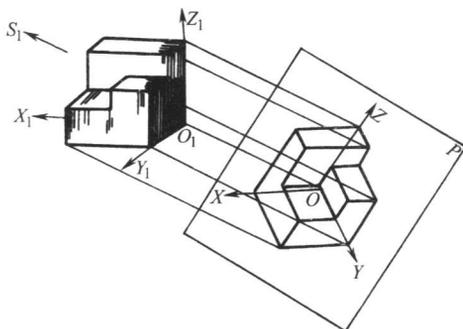

图 3 形体轴测图
2. 轴测投影图 投影线相互平行，且倾斜于投影面，将物体投影到一个指定投影面上，产生的投影图，见图 3。